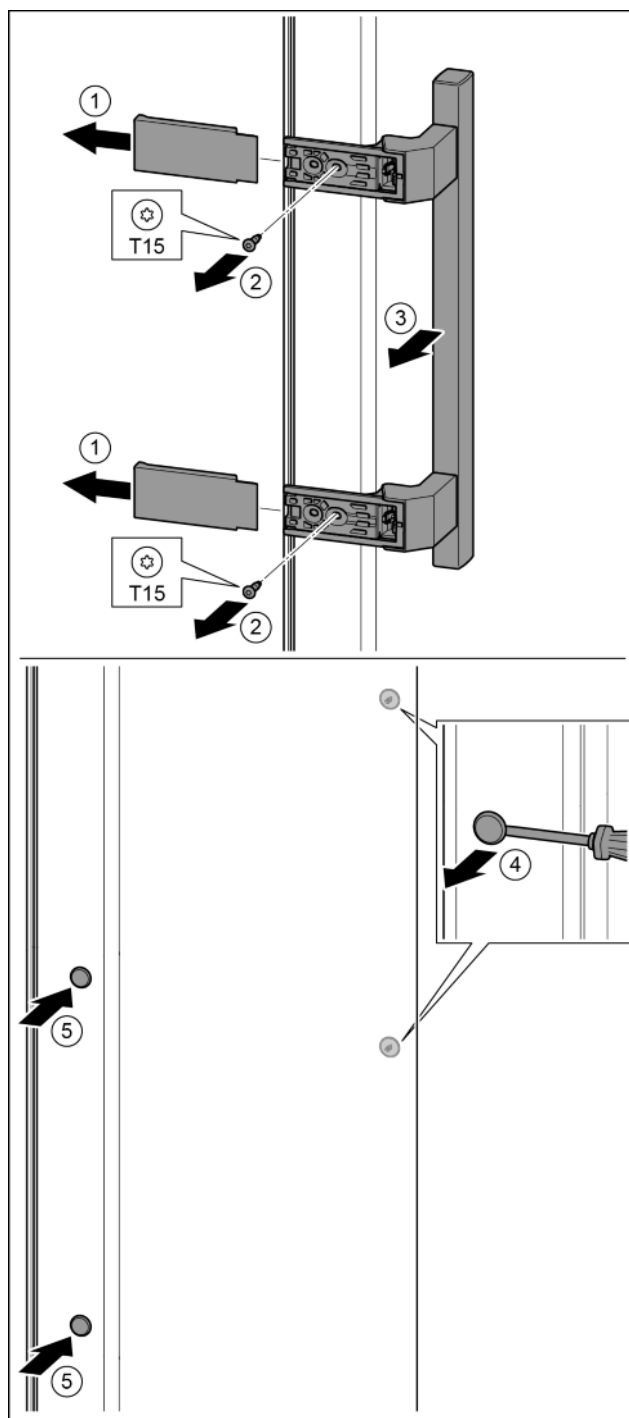

Fig. 16
- ▶ Zdjąć osłonę. Fig. 16 (1)
- ▶ Śruby wykręcić przy pomocy śrubokręta T15. Fig. 16 (2)
- ▶ Zdjąć uchwyt. Fig. 16 (3)
- ▶ Boczną zatyczkę ostrożnie podważyć przy pomocy śrubokręta i wyjąć. Fig. 16 (4)
- ▶ Zatyczkę założyć ponownie z drugiej strony. Fig. 16 (5)